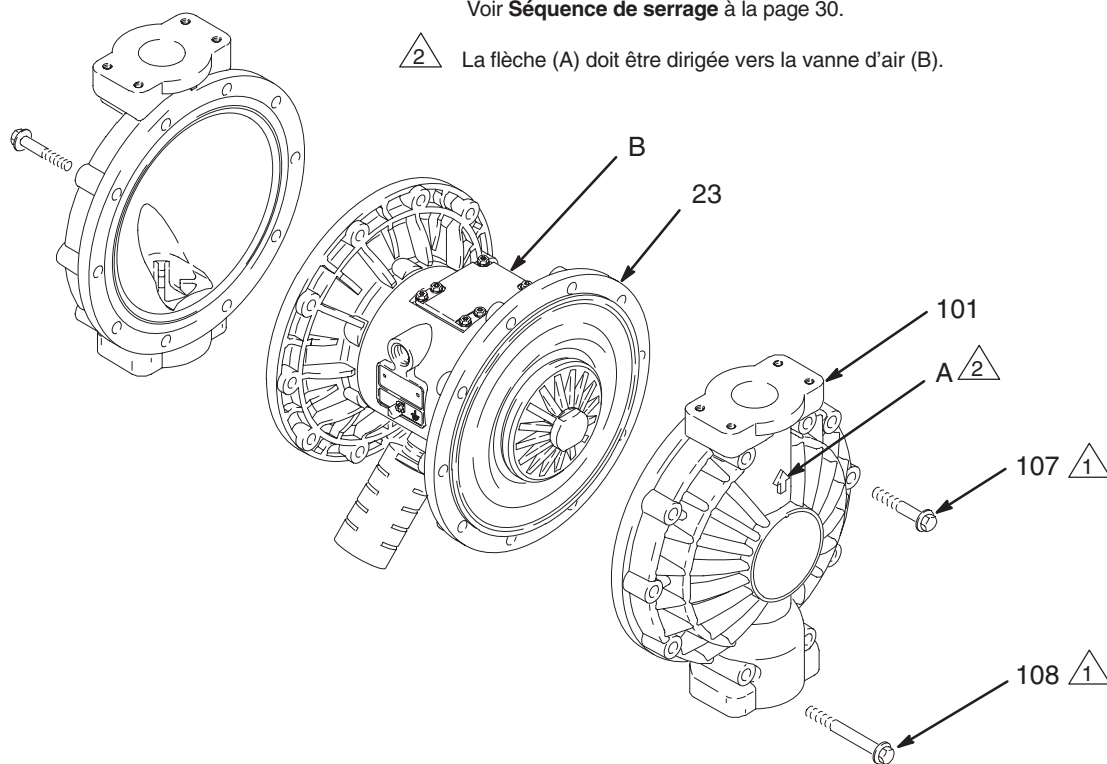

Fig. 12
3. À l'aide de clés à pipe de 13 mm, retirer les vis (107 et 108) maintenant les carters produit (101) aux capots de la vanne d'air (23). Retirer les carters produit (101) de la pompe. Voir fig. 12.
- 1 Il est impératif de d'abord serrer les huit vis longues (108) et seulement ensuite les vis courtes (107). Serrer au couple de 21 à 25 N•m. Voir **Séquence de serrage** à la page 30.
- 2 La flèche (A) doit être dirigée vers la vanne d'air (B).
4. Enduire le filetage des plaques côté produit (105) avec du Loctite® de moyenne force (bleu) ou avec un produit équivalent. Maintenir une des plaques extérieures à l'aide d'une clé et serrer l'autre plaque extérieure au couple de 27 à 34 N•m à 100 tr/min maximum. Ne pas serrer plus que le couple indiqué.
5. Aligner les carters produit (101) avec corps principal (1) de sorte que les flèches (A) sur les carters soient dirigées dans le même sens que la vanne d'air (B). Serrer solidement les capots avec les vis (107 et 108). Placer les vis plus longues (108) dans les trous pratiqués en haut et en bas des carters produit. Voir fig. 12.
6. D'abord serrer les vis plus longues (108) uniformément en séquence diagonale au couple de 21 à 25 N•m à l'aide d'une clé à douille de 13 mm. Serrer ensuite les vis plus courtes (107). Voir **Séquence de serrage** à la page 30.